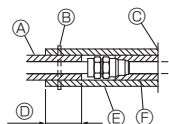

Fig. 4-1
3. Обязательно проведите работу по изоляции водяного трубопровода путём покрывания системы водяного трубопровода отдельно термостойким полиэтиленом достаточной толщины, так, чтобы не наблюдался зазор между внутренним прибором и изолирующим материалом, и самими изолирующими материалами. Если теплоизоляция выполнена недостаточно, существует возможность конденсации и т.п. Уделите особое внимание работе по изоляции в потолочной камере. [Fig. 4-1]